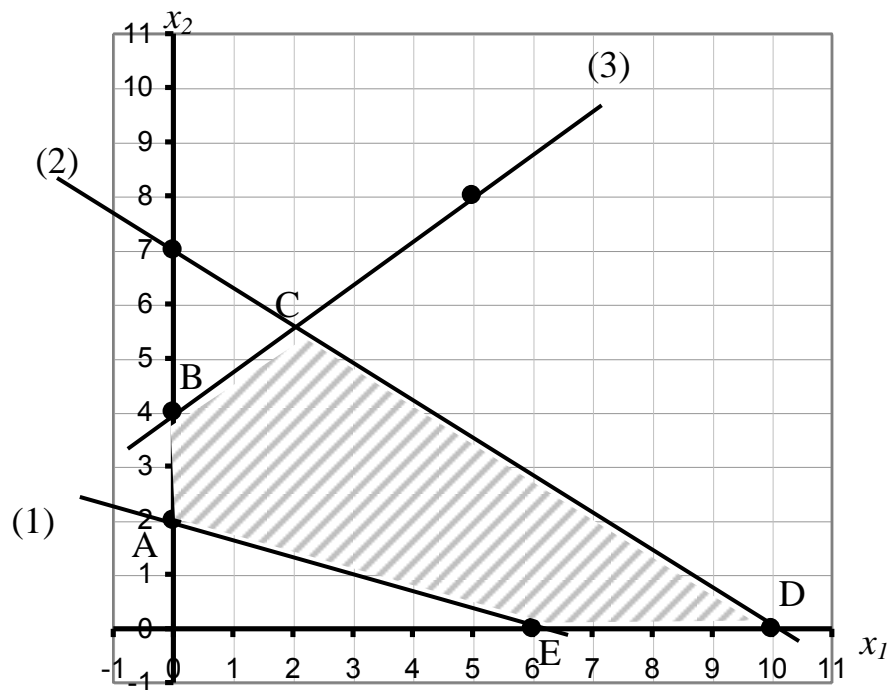

Рисунок 10 – Побудова області розв’язання системи нерівностей
Вирішимо графічно нерівності (1), (2) і (3). Областю рішень системи нерівностей буде та область площини, у якій перетинаються напівплощини рішень кожної нерівності. У нашому прикладі областю розв'язання системи нерівностей є багатокутник ABCDE (рис. 10).